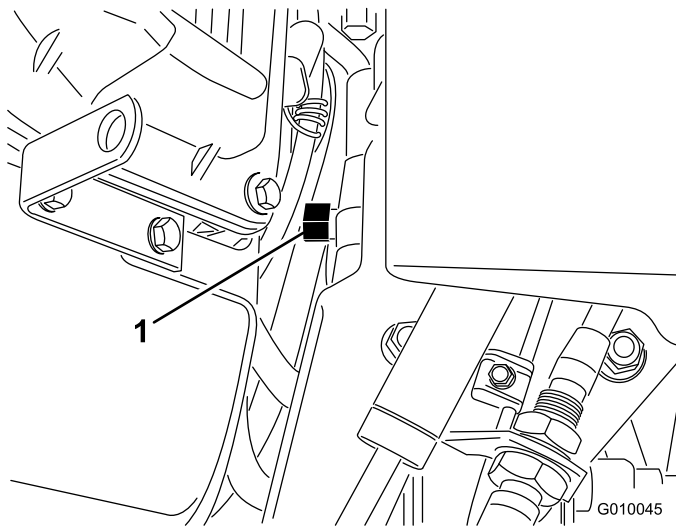

Figura 30
2. Localice la válvula de desvío, situada entre el motor y la bomba hidrostática (Figura 30).
3. Usando una llave de 5/8 pulgadas, gire la válvula de desvío una vuelta en el sentido contrario a las agujas del reloj. Esto permite que el aceite hidráulico se desvíe alrededor de la bomba, dejando que las ruedas giren (Figura 30).
5. Para volver a poner el funcionamiento el aireador, gire las válvulas de desvío una vuelta en el sentido de las agujas del reloj (Figura 30).